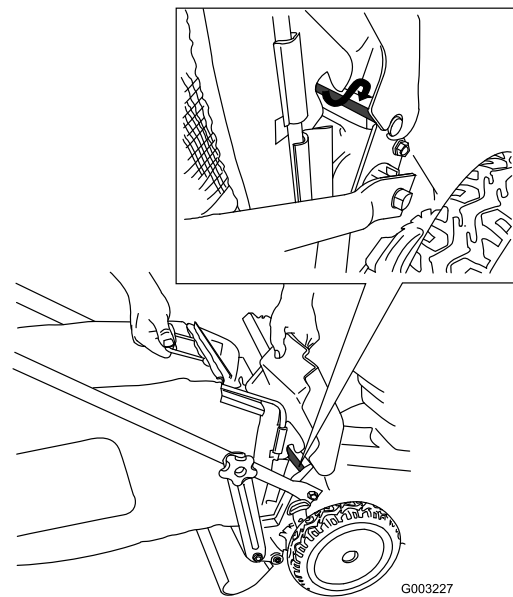

Figura 26
3. Instale la bolsa sobre la varilla de la puerta (Figura 26).